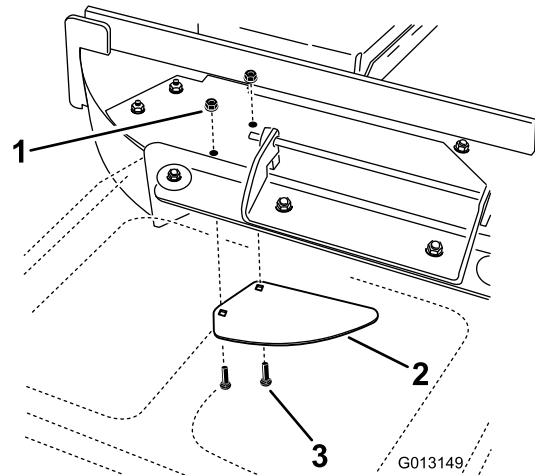

Figura 7
7. Instale la chapa de relleno en el mismo lugar, según se muestra en Figura 7. Utilice las fijaciones que retiró anteriormente para sujetar la pletina a la plataforma del cortacésped.